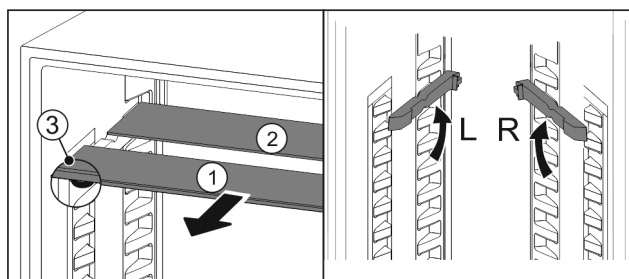

Fig. 77
- ▶ Extrageți Fig. 77 (1) pe rând plăcile de sticlă spre înainte.
- ▷ Placa de sticlă Fig. 77 (1) cu șipca decorativă se află în față.
- ▷ Opritoare Fig. 77 (3) indică în jos.